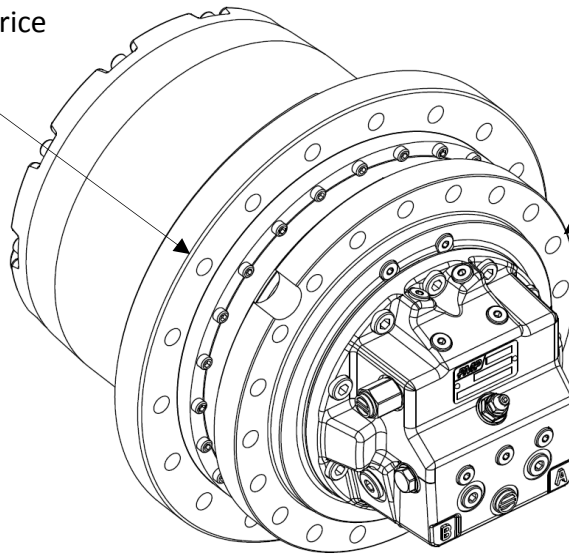

Fig.3
- Pulire accuratamente le zone di accoppiamento ed installare la ruota motrice sul riduttore (fig.3)
- *Clean mating surfaces and install the sprocket on the gearbox (fig.3)*